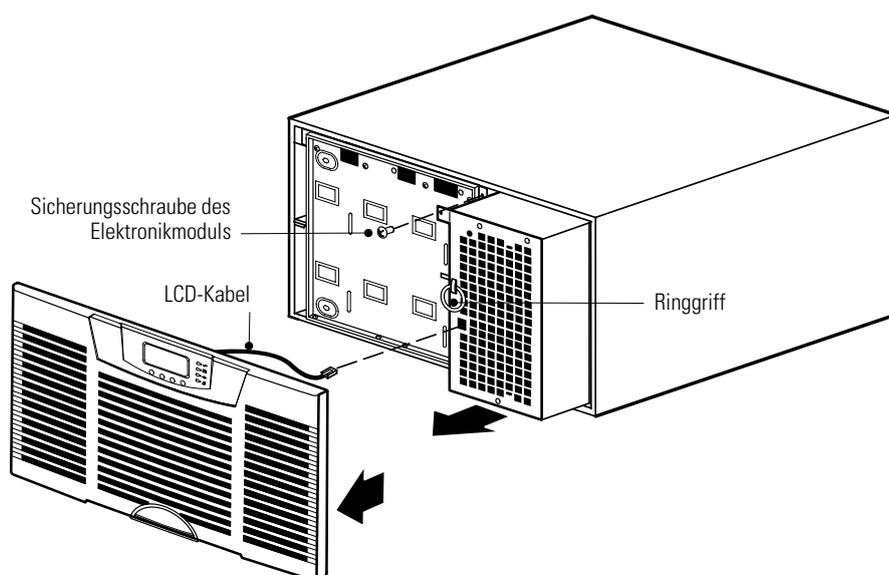

Abbildung 56. Entfernen der Frontplatte der USV und des Elektronikmoduls
3. Die Frontplatte der USV und des Elektronikmoduls entfernen und beiseite legen (siehe Abbildung 56):